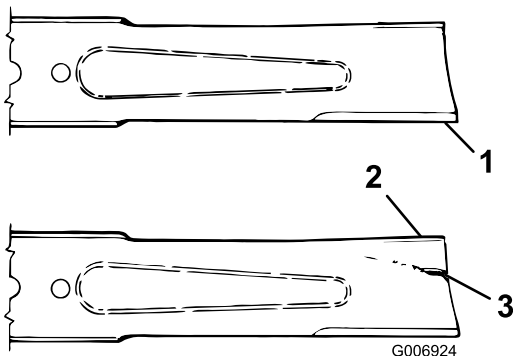

Figure 66
2. Examinez attentivement les tranchants de la lame, particulièrement au point de rencontre des parties plane et relevée (Figure 66). Le sable et les matières abrasives peuvent éroder le métal à cet endroit, c'est pourquoi il est important de contrôler l'état de la lame avant d'utiliser la machine. Remplacez la lame si elle vous semble usée (Figure 66); voir Dépose de la lame (page 49).
Si la lame est trop usée, une entaille se forme entre la partie relevée et la partie plane (Figure 66). La lame peut alors se briser et un morceau peut être projeté du dessous de la machine, vous blessant gravement ou une personne à proximité.